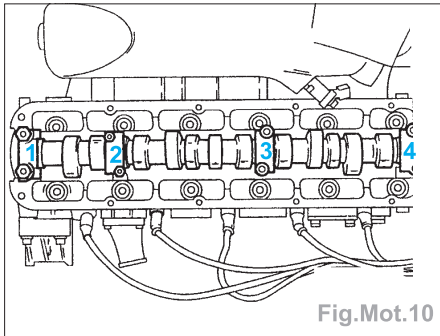

Fig.Mot.10
- les chapeaux de palier d'ACT en commençant par le n° 1 et 3 (Fig.Mot.10),